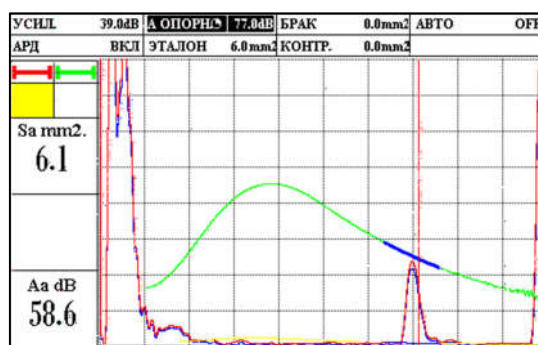

Рисунок 2.53 – Построение АРД диаграммы
6. Включить автоматическое построение АРД диаграммы, для чего в параметре «АВТО» сменить «OFF» на «ON». Прибор автоматически определит амплитуду опорного сигнала. Также амплитуду опорного сигнала можно задать вручную в параметре «А ОПОРН.» (рис. 2.53).